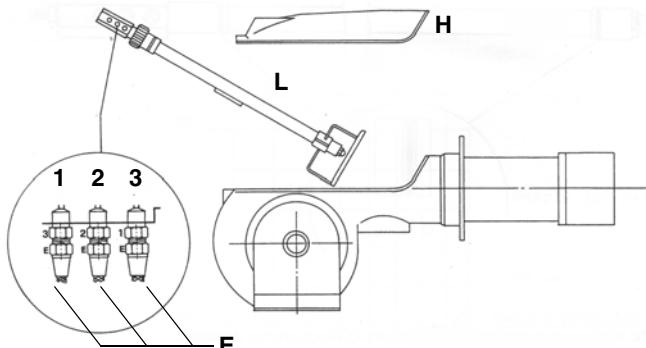

Рис. 23
- Открутить мазутные соединительные детали Е, которые крепят мазутные шланги к форсунке, и снять постылью весь узел, как показано на Рис. 23.